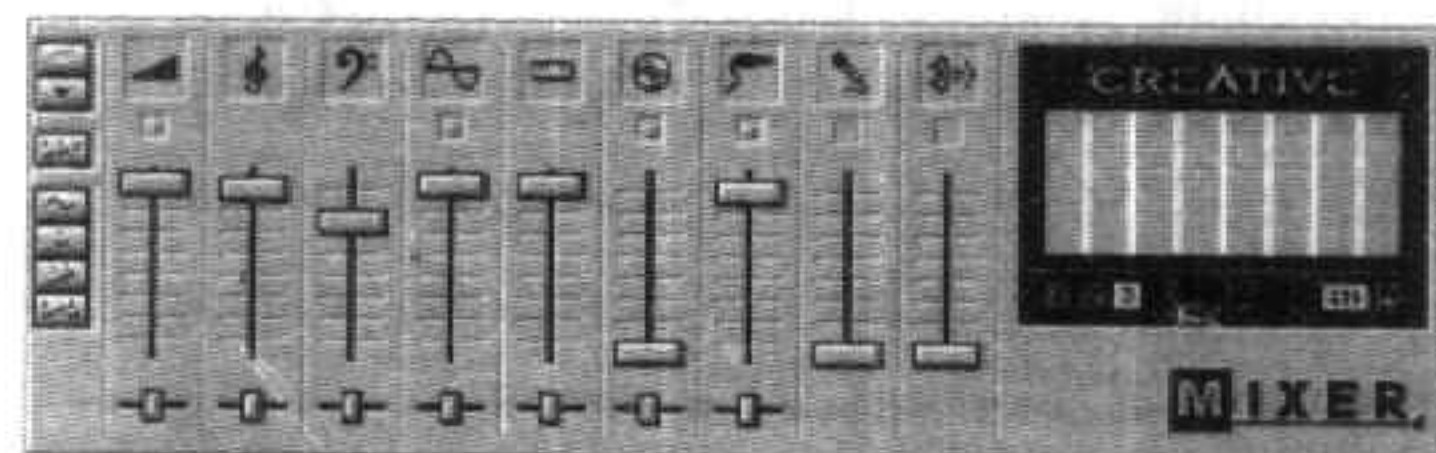

图4 通过 Creative 的 Mixer 程序, 可任意设定录音音源, 并准确控制它们的音量大小。
4、如果需要捕捉带伴音的数字视频, 那么请设置您的声卡或 Windows 95 提供的“调音台”。以 Creative SB AWE32 提供的调音台为例, 如图 4 所示。如果音源来自 Line in (线路输入), 那么请把 Line in 的录/放音开关打开, 并将录/放音音量设置到适当位置。